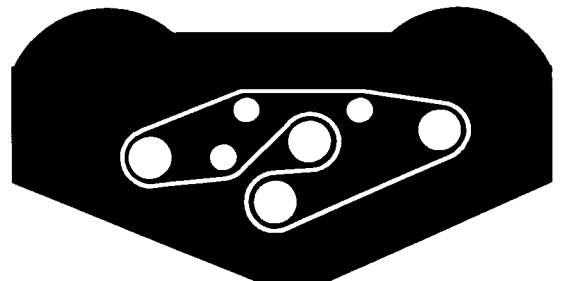

Figura 13
5. Coloque a nova correia à volta das polies da haste e polie falsa, conforme indicado na Figura 13.